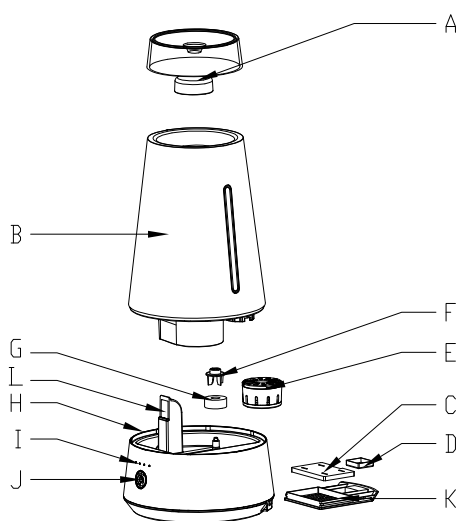

Рис.1 Устройство прибора
1. Снимите с прибора крышку распылителя и выньте бак для воды (рис. 1).
2. Переверните бак для воды вверх дном и открутите крышку бака, поворачивая ее против часовой стрелки (рис. 1).
При перемещении увлажнителя всегда держите прибор за базу (рис. 1), во избежание падения части прибора с основными электронными узлами. Если в приборе есть вода, во избежание ее попадания в электронные узлы через шахту вентилятора (рис. 1), держите прибор вертикально.
3. Слейте воду из бака и резервуара прибора так, чтобы не залить шахту вентилятора (рис.1). В противном случае вода может попасть в электронные компоненты прибора. Если это произошло, необходимо дать прибору высохнуть и обратиться в сервисный центр.